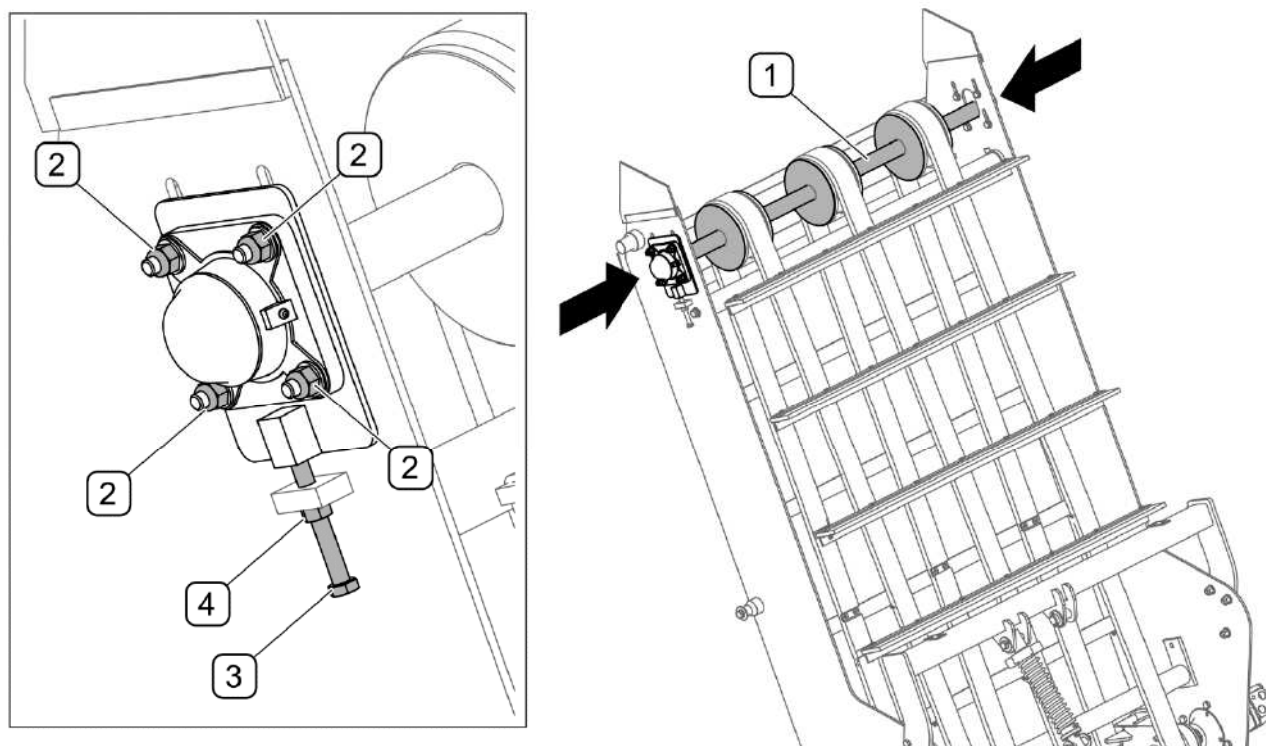

РИСУНОК 5.9 Натяжение ремней транспортера
(1) - натяжной валик; (2) - гайки подшипника валика; (3) - болт натяжителя; (4) - контргайка
Натяжение ремней (РИСУНОК 5.9) осуществляется с обеих сторон транспортера. Слегка отвинтить 4 болта (2) и гайки (4) и передвинуть натяжной валик (1) при помощи болта натяжителя (3). Эту операцию необходимо выполнить с обеих сторон транспортера. После окончания регулировки затяните контргайки (4) и болты (2) крепления подшипника натяжного валика.